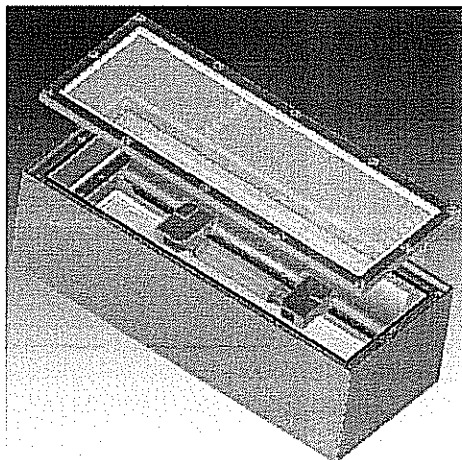

FIG.5
-Rimontare il telaio reggivetro.FIG.5
-Replace the glass holder frame FIG.5